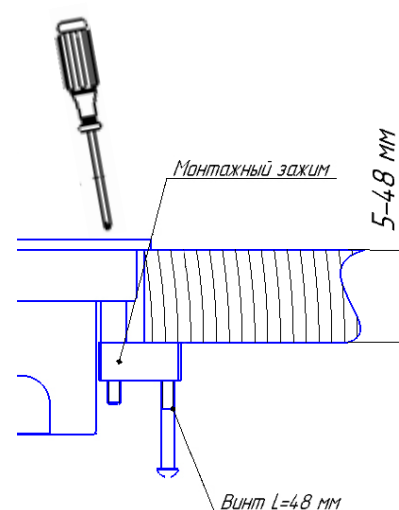

Рис. 4
5. Установить люк в монтажное отверстие и зафиксировать люк по толщине фальшпола, вращая винты монтажных зажимов 2 (см. раздел 2) (рис. 4).